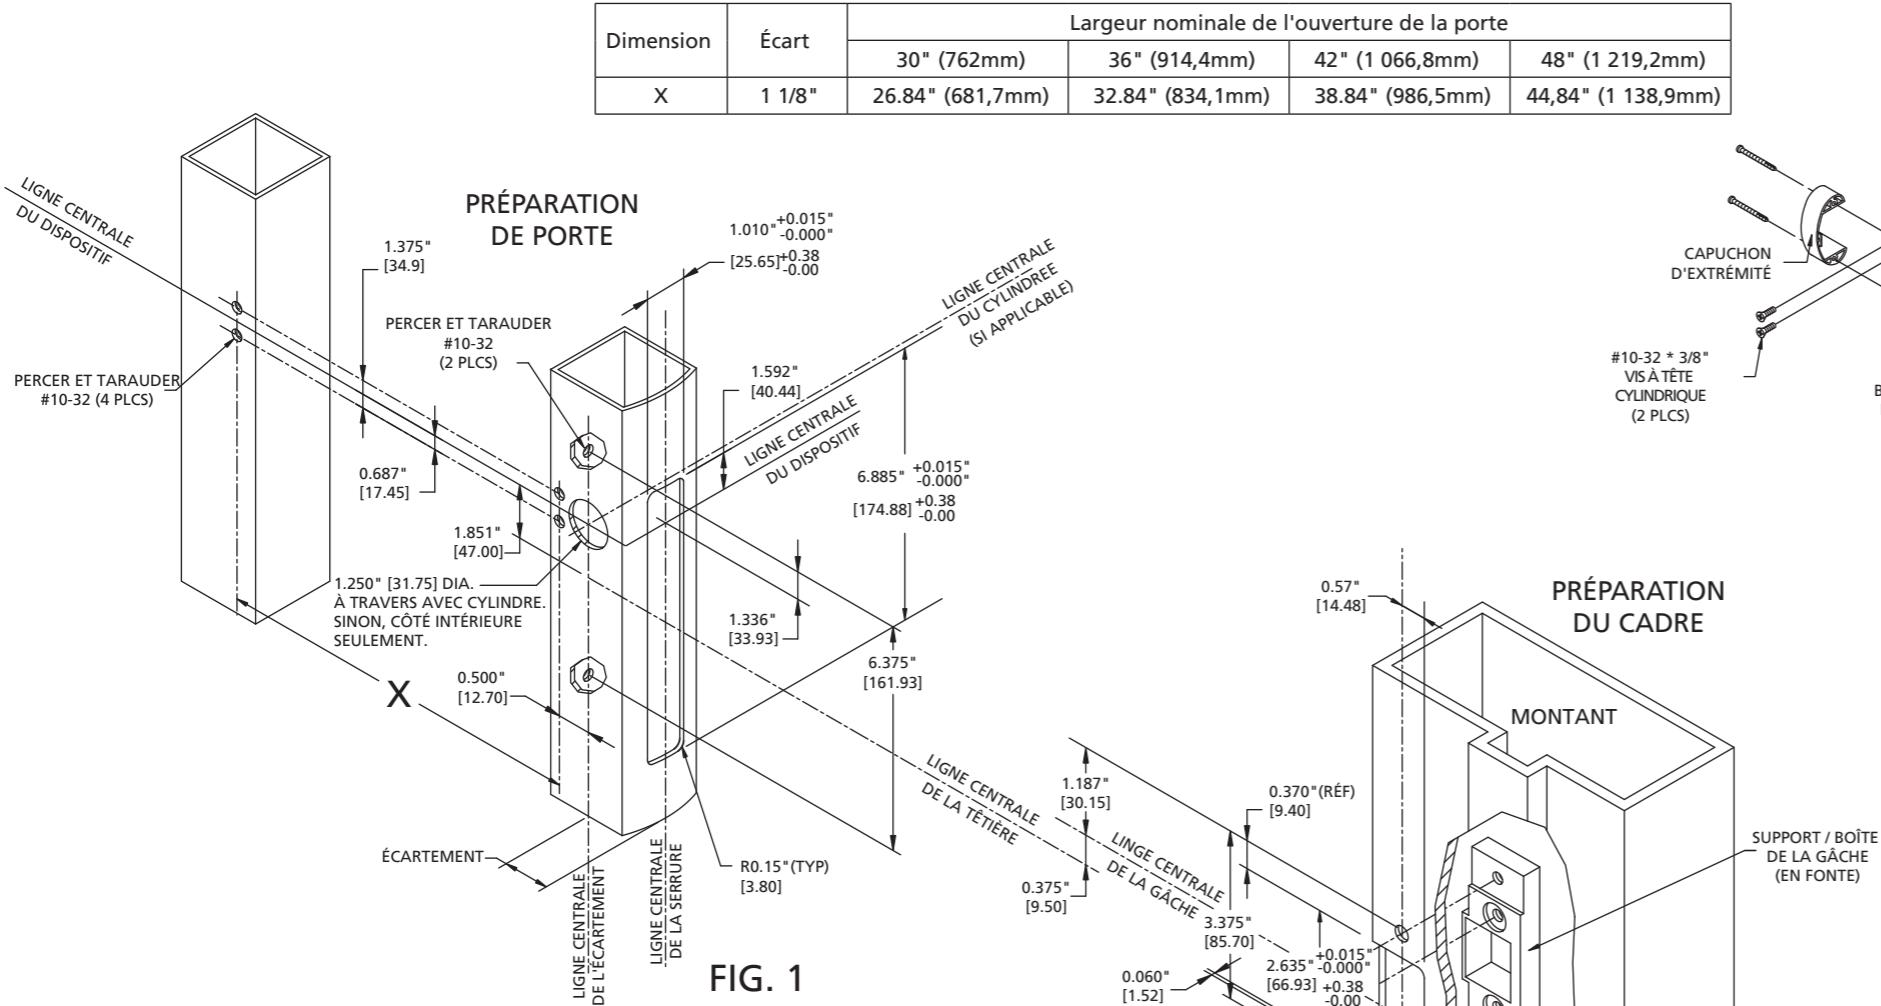

FIG. 1
## A. PRÉPARATION DE LA PORTE ET DU CADRE (Fig. 1 et Fig. 2) :
1. Localisez et marquez la hauteur de la ligne centrale du dispositif de sortie et les lignes d'écartement. (Voir Fig 1)